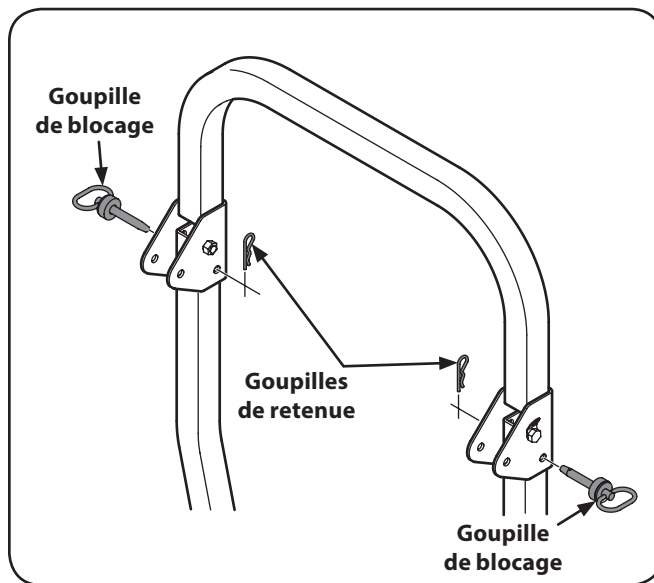

Figure 3-6
8. Placez la partie supérieure de la structure de protection anti-retournement à la position verticale et insérez les goupilles de blocage et les goupilles de retenue. Voir Figure 3-6.